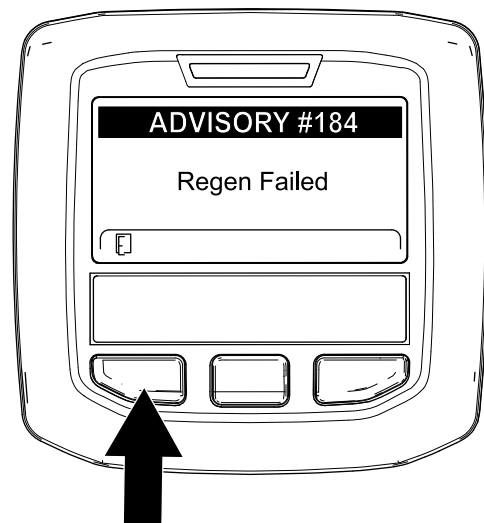

Figure 64
- Remarque:** Si la régénération échoue, l'InfoCenter affiche Advisory #184 (avis n° 184) (Figure 64). Appuyez sur le bouton gauche pour quitter l'écran d'accueil.